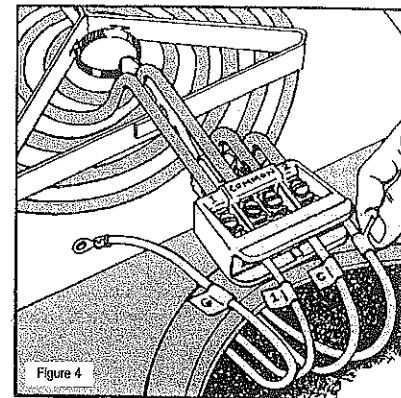

Figure 4
- Rebranchez les fils à l'élément tel qu'ilustré à la Figure 4. **Remarque :** Le fil neutre peut être fixé à l'une ou l'autre des deux bornes de raccordement centrales portant la mention « common ».